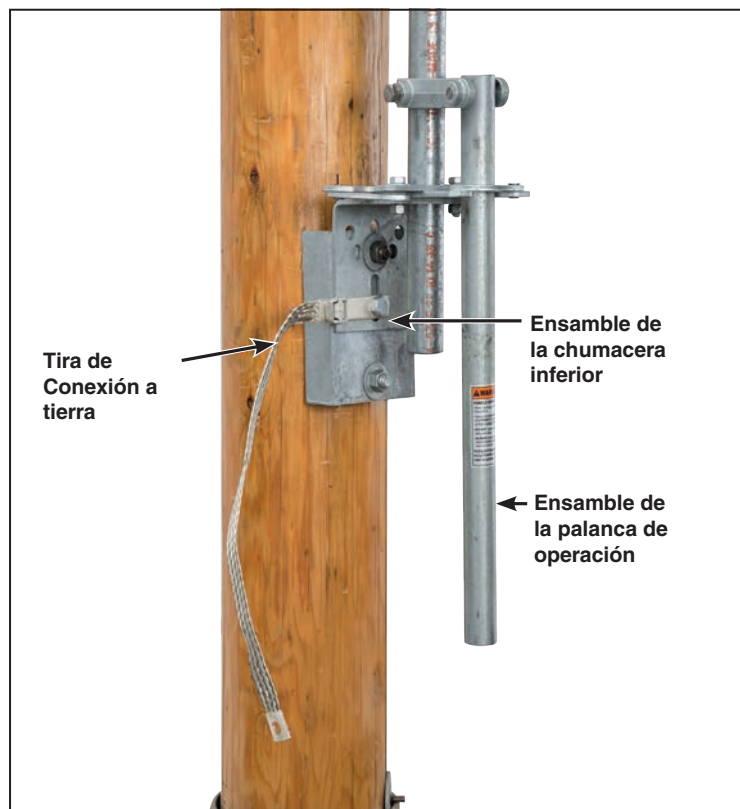

Figura 27. Instale el ensamble de la chumacera inferior, de modo que la palanca quede de 2 a 3 pulgadas por encima del yugo de la palanca.
**PASO 27.** Deslice el ensamble de la chumacera inferior en la sección más baja del tubo en la posición mostrada en el plano de montaje. Ver Figura 27. Al mismo tiempo, utilice uno de los tornillos de montaje para fijar un extremo de la tira de conexión a tierra (el que tiene el conector a tierra instalado) al ensamble de la chumacera inferior. Las recomendaciones de conexión a tierra pueden diferir de los procedimientos estándar de operación y seguridad de ciertas compañías eléctricas. Donde exista una discrepancia, se aplican los procedimientos de operación de la compañía eléctrica.